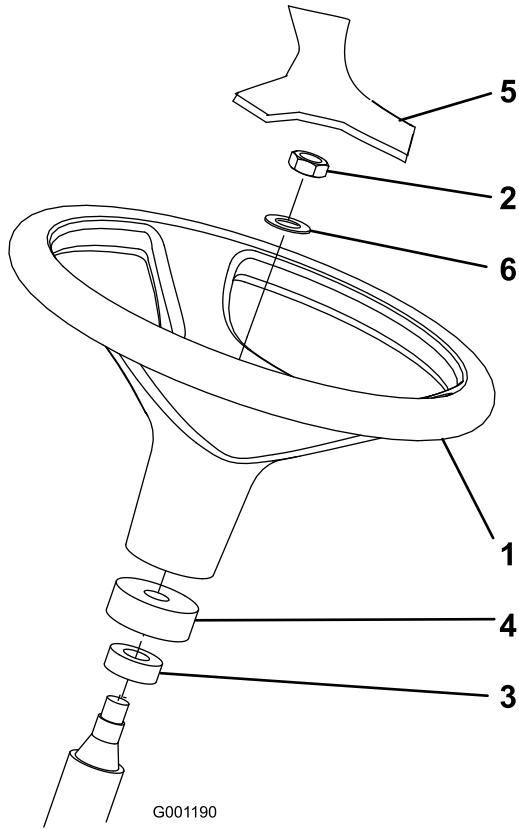

Figure 10
- Déposez le volant du support d'expédition (Figure 10).
Remarque: Vérifiez que la bague en mousse reste bien sur l'arbre de direction (Figure 10).
- Glissez le volant et la rondelle sur l'arbre de direction (Figure 10).
5. Posez le couvre-moyeu sur le volant (Figure 10)